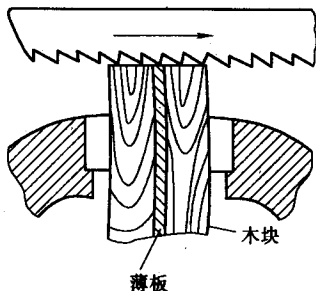

图 1-6 锯削薄板材料
(1) 操作方法及技巧 薄板材料在进行锯削加工时极易产生三种情况：钩挂锯条齿；薄板产生变形；锯削时产生颤动。为防止钩挂锯条齿，锯削薄型板材就要使用细齿锯条。采用如图 1-6 所示的方法锯削薄板，可以有效地防止锯削时薄板产生弯曲和颤动。锯削操作时，可将薄板料夹持在两块废木板的中间，将工件连同木板一起锯开。